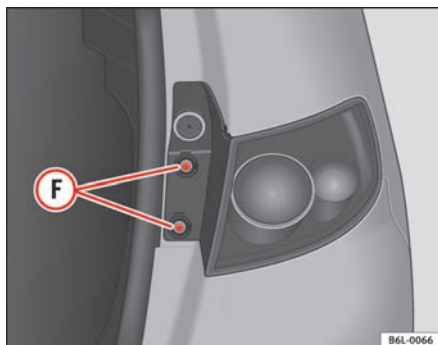

Fig. 160 Baglygter på karrosseri
- Skru skruerne **F** ⇒ fig. 160 ud med en flad skruetrækker.